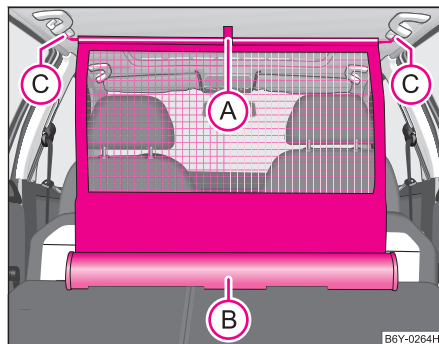

Fig. 63 Desfacerea peretelui despărțitor
- Trageți plasa de curelușă (A) din carcasa (B) ⇒ pagina 80, fig. 63.
- Introduceți bara transversală în locașul (C) pe o parte și apăsați bara în față.
- În același mod fixați bara pe partea cealaltă a autovehiculului, locașul (C).